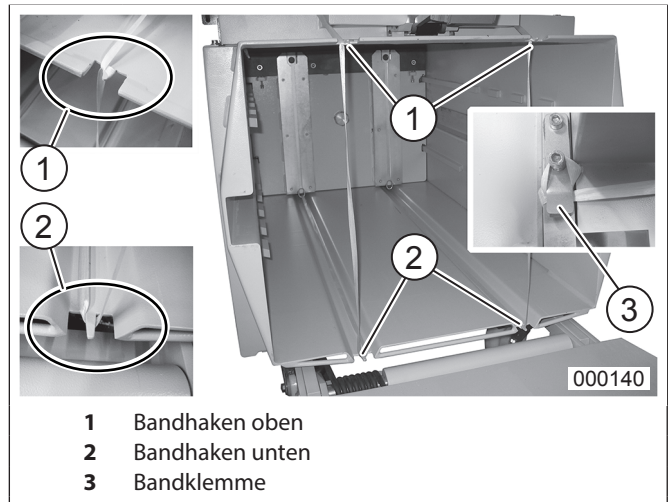

Abb. 20 Auslegen der Bänder für neuen Ballen
5. Die am Verdichtergehäuse festgeklemmten Band-Enden (Abb. 20/3) lösen, mit dem jeweils herausgezogenen Band fest verknoten (Abb. 16) und das Band hinter dem Knoten mit einer Schere durchschneiden.
3. Bänder ca. eine Klappenlänge weit herausziehen, die Band-Enden über die Bandhaken (Abb. 20/1+2) von innen durch die Einfüllöffnung hin zu den Bandklemmern (Abb. 20/3) führen und dort durch zweimaliges Umwickeln befestigen.